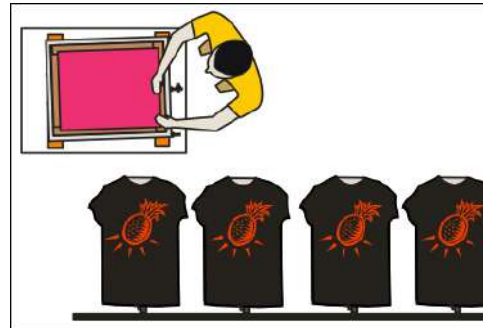

Imagen 330\_12
**15-** Al término de la serie se coloca a un costado la matriz, sobre un par de listones de madera, para que la matriz no tenga contacto con el mesón (Imagen 330\_12)